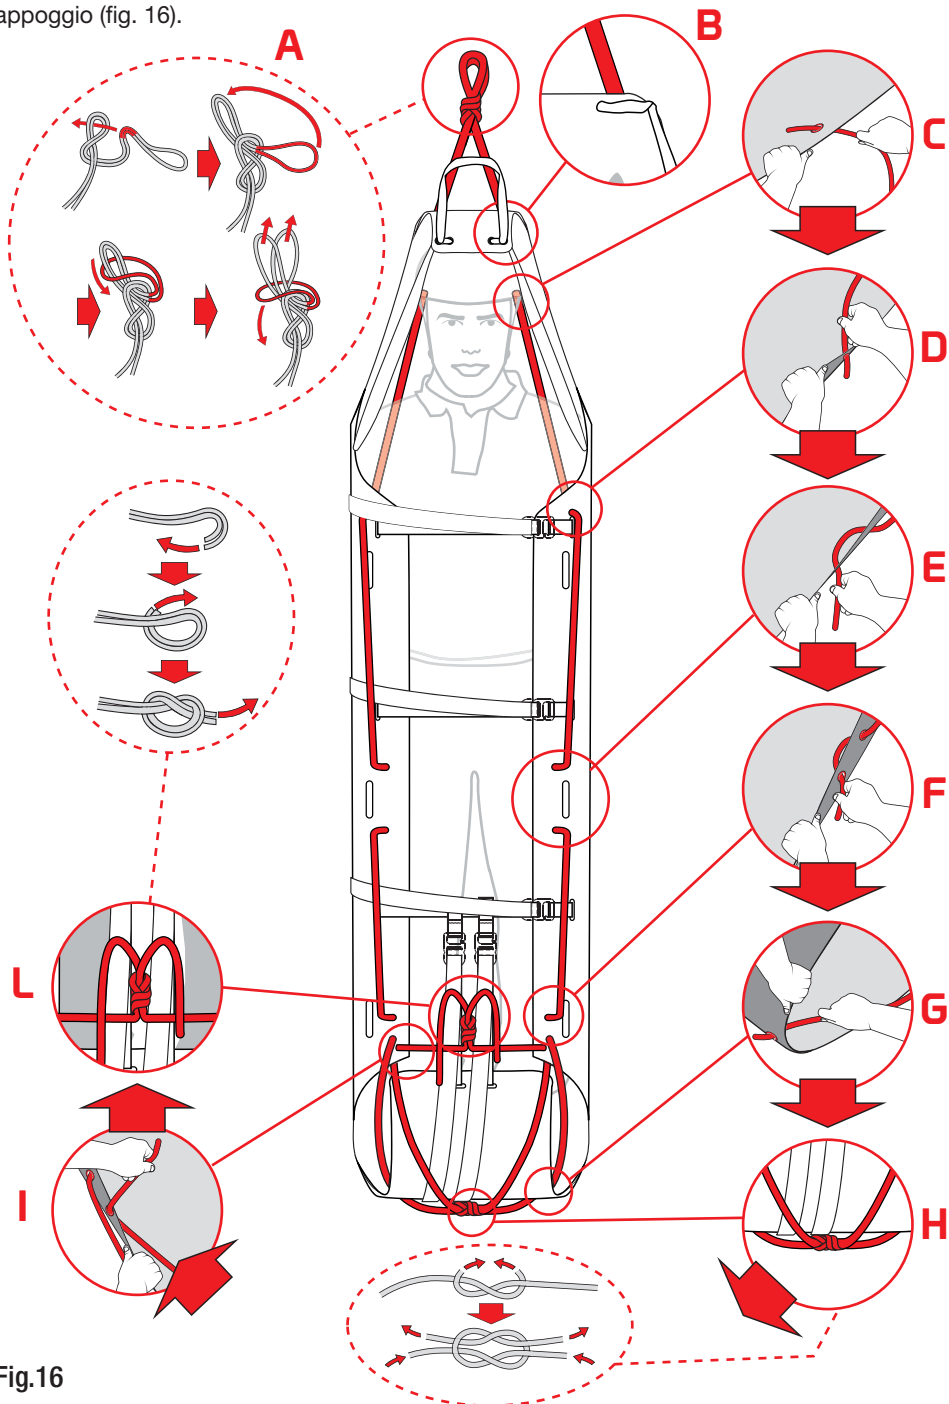

Fig.16
c) sollevamento/calata o recupero in verticale: inserire la corda (H) nei fori A8 del piano di appoggio (fig. 16).